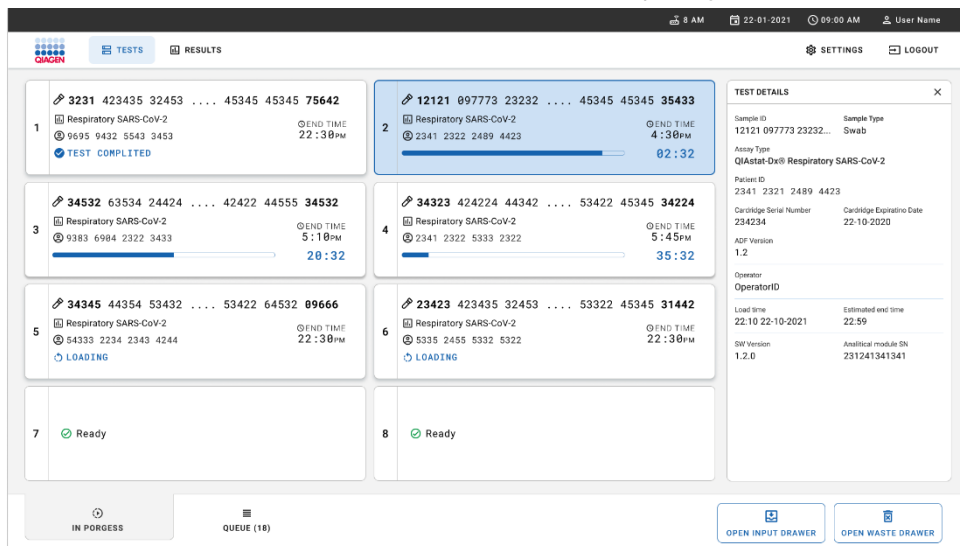

Figura 33. Informações de execução dos testes na tela Queue (Fila).
17. Durante a execução dos testes, o tempo de execução restante e outras informações de todos os testes na fila são exibidos na tela sensível ao toque (Figura 33).